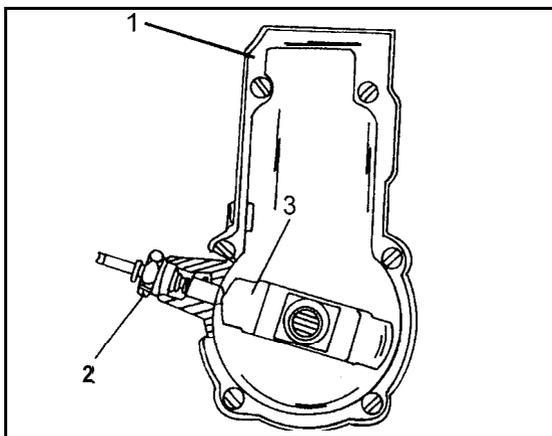

Bild 218
- Den Stopfen aus der Seite der Einspritzpumpe herausschrauben. Die Einspritzpumpe mit dem verzahnten Schlüssel 601 589 00 08 00 durchdrehen, bis der Ansatz des Reglers in der Stopfenöffnung erscheint. Die Arretierschraube 601 589 05 21 00 in die Öffnung einschrauben und das Sechskant festziehen, sobald man fühlen kann, dass die Schraube in den Ansatz des Reglers eingegriffen hat. Bild 218 zeigt wie der Regler in der Innenseite steht und durch die Arretierschraube gesperrt wird.
Der Einspritzbeginn kann in unterschiedlicher Weise kontrolliert werden, jedoch sind bei beiden Methoden Spezialwerkzeuge erforderlich, so dass man diese Arbeit in einer Werkstatt durchführen lassen muss. Bei einer Methode ist eine Pumpe erforderlich, mit deren Hilfe der genaue Moment des Einspritzpunktes durch Druck ermittelt wird. Bei der zweiten Methode wird eine Prüflöhre verwendet, welche in das in Bild 218 gezeigte Loch in der Seite der Einspritzpumpe hineingeschraubt wird.